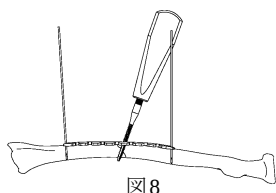

図 8
- 10) 骨質が硬い場合は、3.5 ロッキングスクリー用タップ (グリップ型) でプレタップを行います。(図 8)